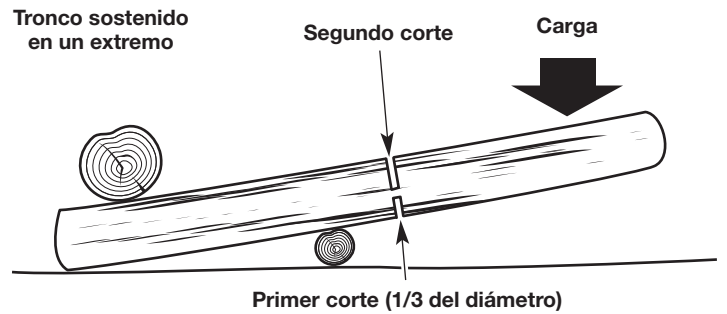

Fig. 22
- Si el tronco está sostenido en un extremo (Fig. 22), haga el primer corte desde el lado de abajo (tronzo desde abajo). Consulte *Tronzado desde abajo*.